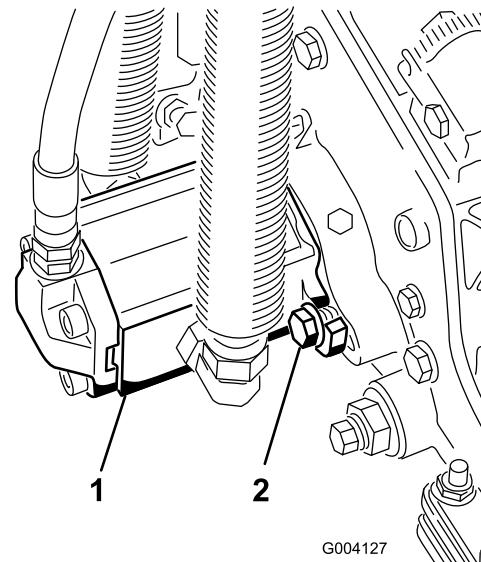

Bild 14
- 16. Montieren Sie den Motor; drehen Sie ihn nach rechts, damit die Motorflansche nicht die Schrauben berühren (Bild 14).